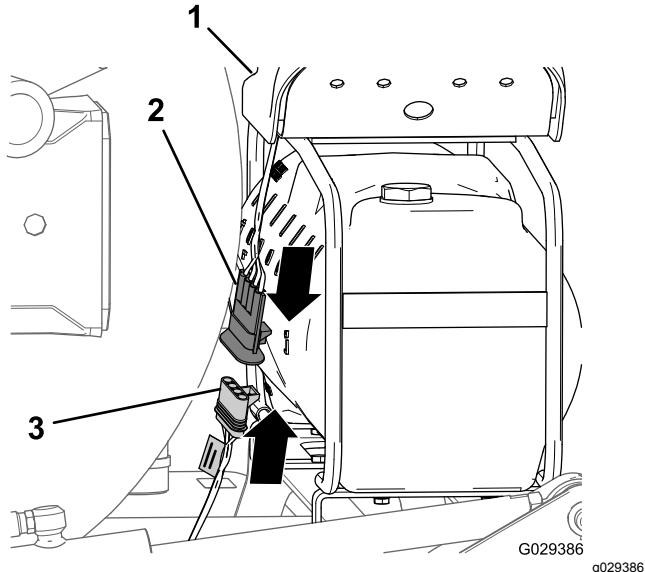

Bild 200
- Fluchten Sie am Ende des 236-cm-Zweigs des Kabelbaums den 4-Buchsen-Stecker des Kabelbaums für das Finishingkit mit dem 4-Stift-Stecker des Kabelbaums vom Kompressor aus (Bild 200).
- Stecken Sie den 4-Stift-Stecker in den 4-Buchsen-Stecker (Bild 200).